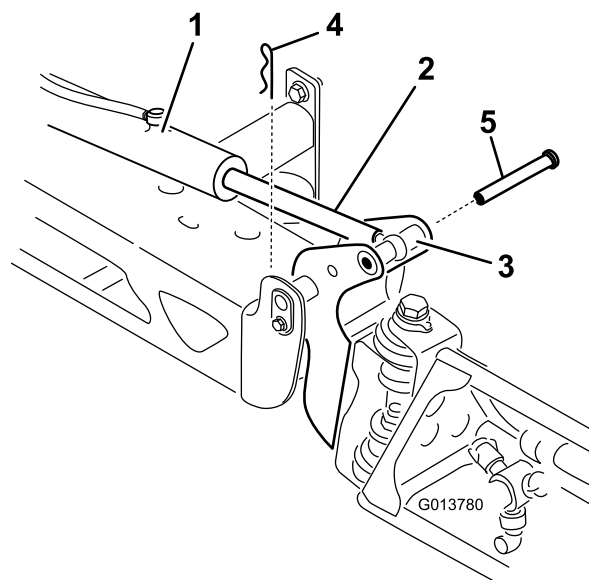

Рисунок 58
3. Поднимите стрелу, извлеките штифт (Рисунок 58) и медленно опустите стрелу на землю.
2. Извлеките шплинт из оси поворота (Рисунок 58).
9. Удерживая стрелу, проденьте штифт сквозь ось поворота стрелы и шток привода (Рисунок 58).